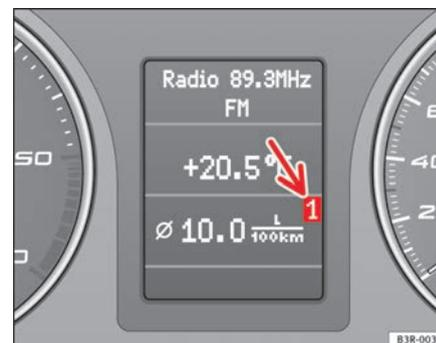

Fig. 59 Ordinateur de bord : niveau de mémoire 1
Vous pouvez reconnaître le niveau de mémoire affiché grâce aux numéros représentés ⇒ fig. 59. Les données de la mémoire de trajet unique (ordinateur de bord 1) sont affichées lorsque le chiffre **1** apparaît à l'afficheur. Si le chiffre **2** est affiché, il s'agit des données de la mémoire se rapportant au trajet total (ordinateur de bord 2).
- Pressez la touche Reset **(B)** jusqu'à ce que le menu Ordinateur de bord (niveau de mémoire 1 ou 2) s'affiche à l'écran ⇒ page 87, fig. 59.